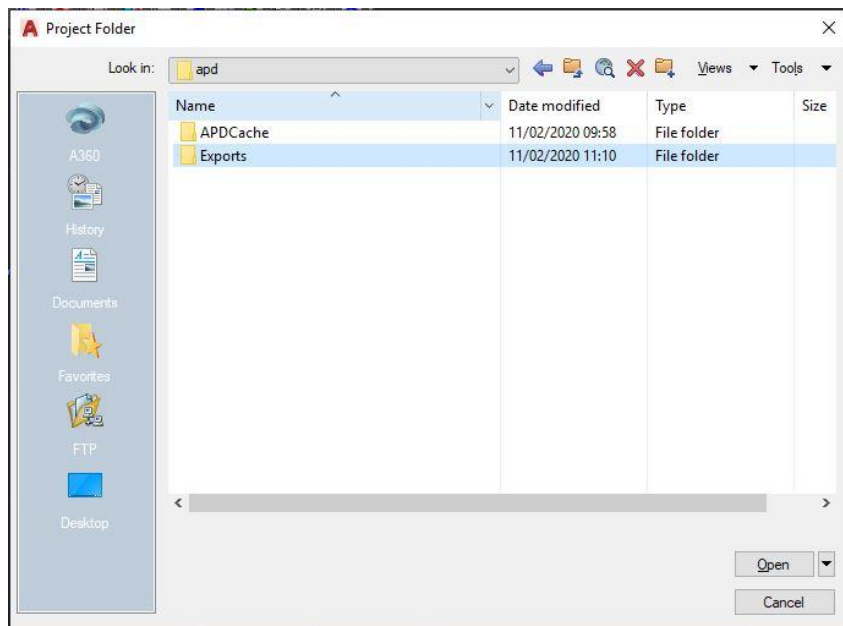

图 89 项目导出路径
- 第 1 步：点击  命令，然后选择包含项目的文件夹（而不是原始数据）。用户必须单击  按钮（图 89